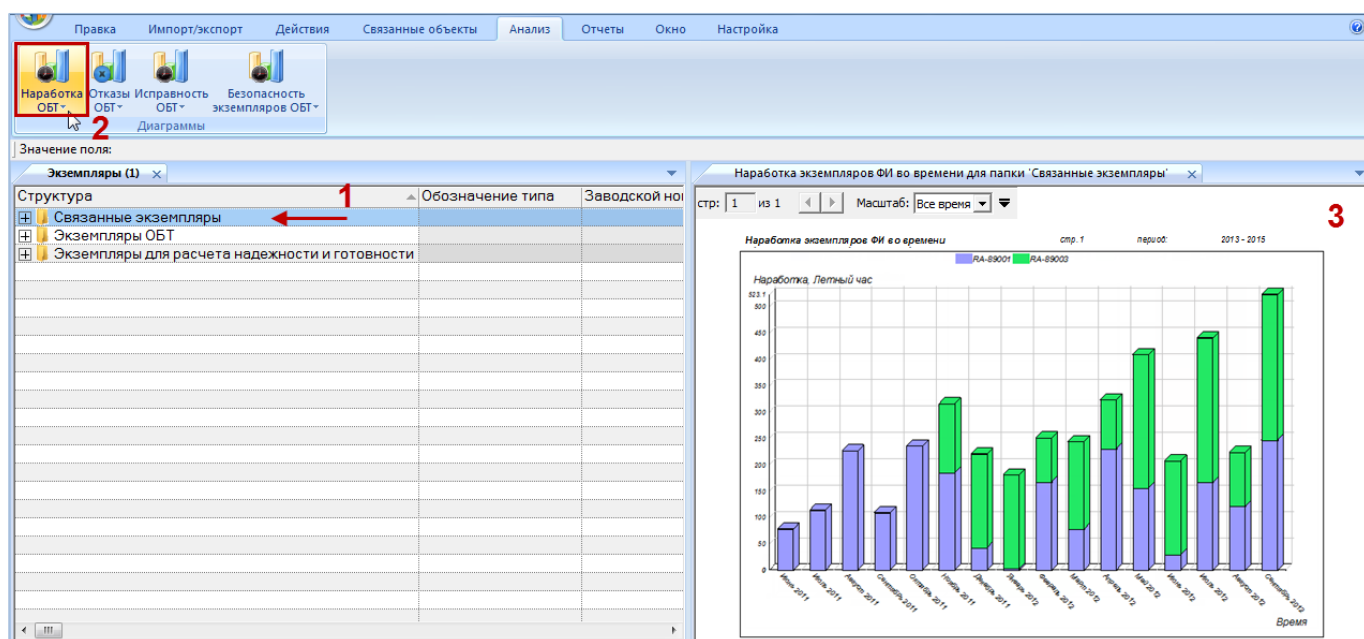

Рис. 25-38 – Построение диаграммы по наработке
4) В отдельном рабочем окне отображается диаграмма по наработке (3 на рис. 25-38). Краткое описание инструментов панели «Файл» для диаграмм приведено в пункте 5.4.7 «Панель «Диаграммы»», стр. 64.